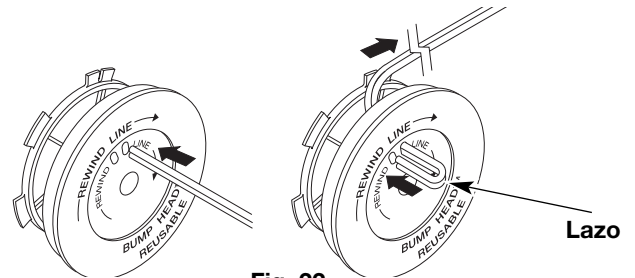

Fig. 22
8. Tome aproximadamente 10 pies (3 m) de nueva línea de corte. Inserte un extremo de la línea a través de uno de los orificios del carrete interior (Fig. 22). Pase la línea a través del carrete interior hasta que queden sólo 4 pulgadas fuera.
9. Inserte el extremo de la línea en el orificio abierto del carrete interior y tire de la línea en forma ajustada a fin de que el lazo sea lo más pequeño posible (Fig. 22).